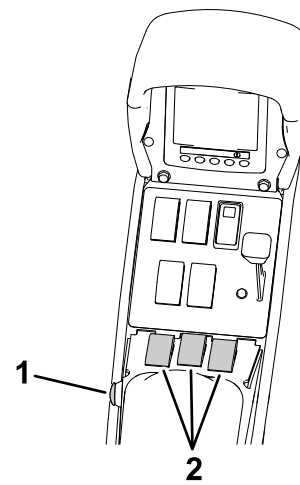
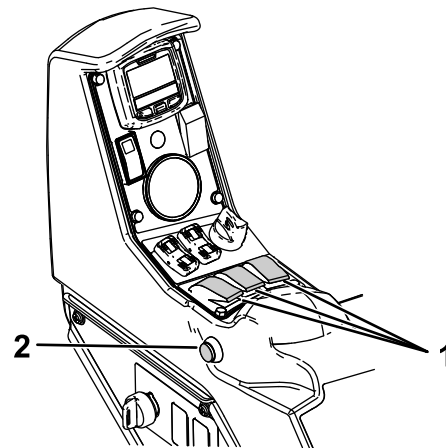

Figura 9
Figura 10
6. Ponga el interruptor maestro en la posición de ACTIVADO (Figura 9 o Figura 10).
7. Ponga los interruptores de sección (situados entre los asientos) en la posición de ACTIVADO (Figura 9 o Figura 10).